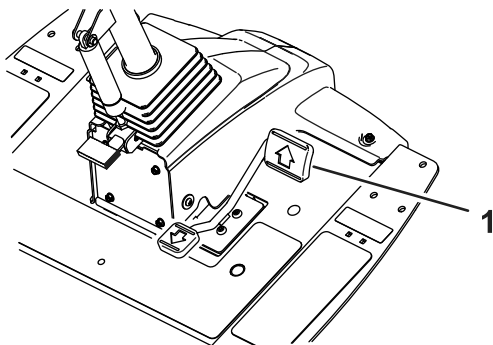
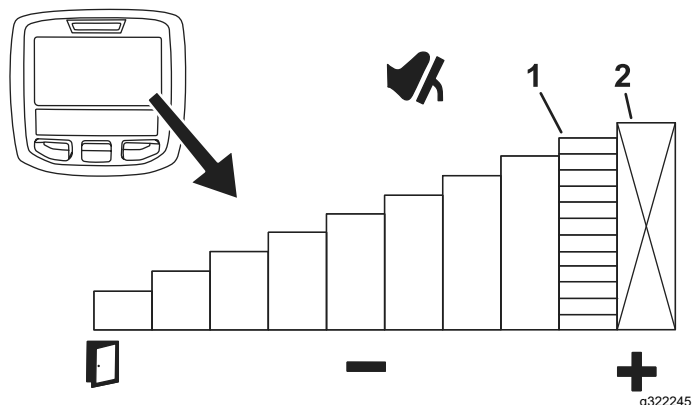

Figura 50
Figura 51
Para establecer temporalmente la velocidad máxima de la máquina, pise el pedal de tracción a fondo hacia adelante (Figura 50). Puede establecer una velocidad independiente para los intervalos de siega y transporte (Figura 51).
- Para acceder a esta función, seleccione el botón central del InfoCenter en la pantalla principal (Figura 51).